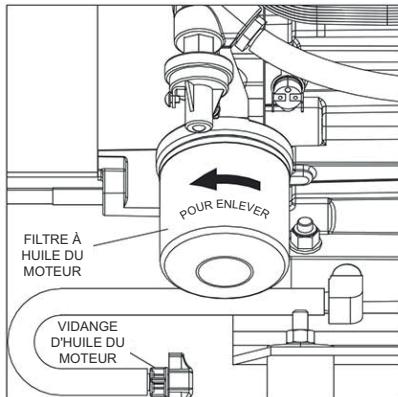

Figure 4-2 : Emplacement du filtre à huile et de la vidange
4. Une fois la vidange d'huile terminée, retirez le filtre à huile en le tournant en sens inverse des aiguilles d'une montre. Pour l'emplacement du filtre, voir Figure 4-2.